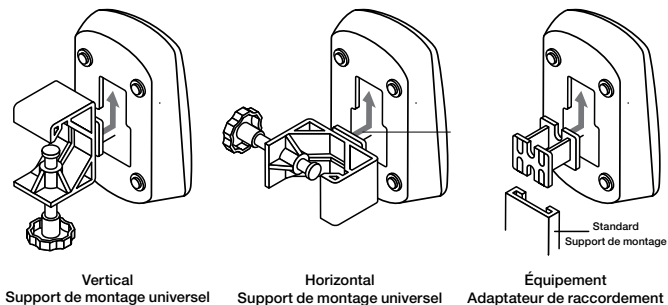

Figure 3. Configuration du générateur Aerogen Pro-X et du support de montage universel
7. Utilisez le support de montage universel pour fixer le générateur à une potence pour intraveineuse ou à une barre du lit, à la verticale ou à l'horizontale (Figure 3).
8. Si un support de montage standard est disponible, utiliser l'adaptateur de raccordement pour maintenir le générateur (Figure 3).